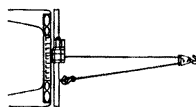

Figure 2 Câble double
1. Le S2500 a une capacité nominale de 2500 livres (1134 kg) (à câble unique) sur la couche de câble située la plus près du tambour. **NE SURCHARGEZ PAS LE TREUIL. N'ESSEYER PAS DES TREUILLAGES PROLONGÉS AVEC DES CHARGES LOURDES.** Ne maintenez pas l'alimentation au treuil si le moteur cale. Les surcharges peuvent endommager le treuil et/ou le câble et peuvent créer des conditions dangereuses. **POUR LES CHARGES DE PLUS DE 1600 LIVRES (725 kg), NOUS RECOMMANDONS D'UTILISER LE PALAN FACULTATIF AFIN DE DÉDOUBLER LE CÂBLE** (Fig. 2 et 16). Ceci réduit la charge appliquée au treuil et au câble d'environ 50%. En cas d'attache au même véhicule, fixez le treuil au cadre ou à un autre point de porteur. Le moteur du véhicule doit être en marche pendant le fonctionnement du treuil pour minimiser l'épuisement de la batterie et maximiser la force et la vitesse du treuil. Si un treuilage important est effectué sans que le moteur ne soit en marche, il se peut que la batterie soit trop faible pour faire re-démarrer le moteur.